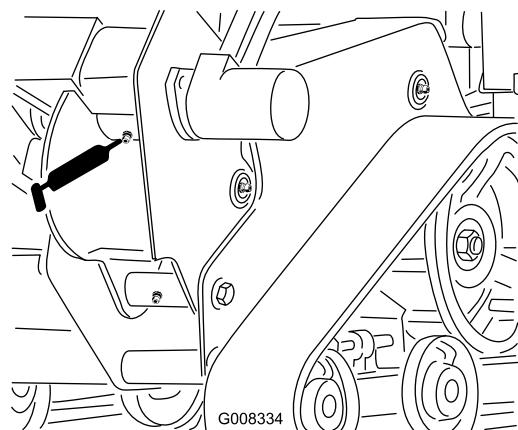

Figure 29
3. Nettoyez le graisseur du carter de la tracheuse avec un chiffon et raccordez-y une pompe à graisse (Figure 29).